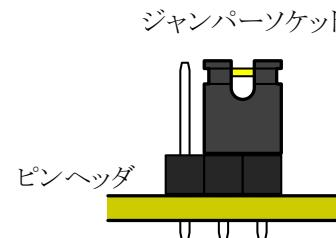

図2-0 ジャンパーソケットの差し込み方
⑯ ジャンパーソケット (JS1, JS2) の挿入向きは、図2-0に示すとおりとする。